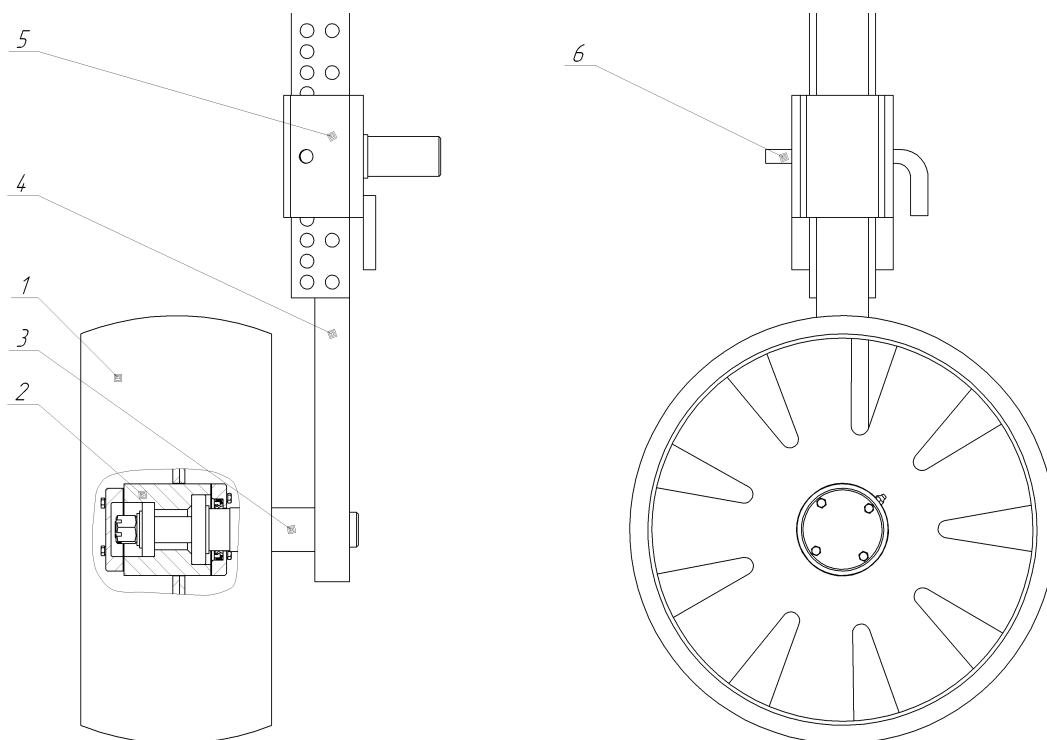

Рисунок 4 – Колесо опорное с механизмом регулировки:
2.7 Колесо опорное служит для установки и поддержания глубины пахоты при работе плуга (рисунок 4). Колесо состоит из обода 1, ступицы 2. Ступица смонтирована на полуоси 3 на двух подшипниках, защищенных от попадания
6.2 Глубина пахоты устанавливается гидравликой навесного устройства трактора и регулировкой вылета опорного колеса из кронштейна 5 и стопорится фиксатором 6 (см. рисунок 4).
8.9.1 Глубина пахоты определяется положением колеса плуга относительно опорной плоскости корпусов плуга, а также положением навески трактора относительно поверхности поля. Установка колеса на заданную глубину пахоты осуществляется регулировкой вылета опорного колеса из кронштейна (рисунок 4), регулировка положения навески трактора осуществляется с помощью гидросистемы трактора.